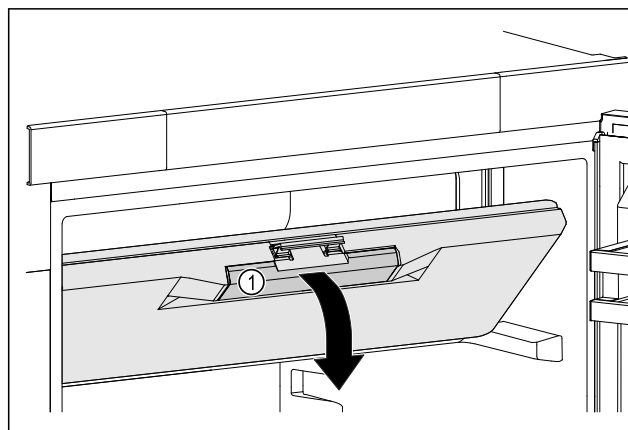

Fig. 23
- ▶ Prindeți ușa compartimentului de congelare de mânerul încastat Fig. 23 (1).